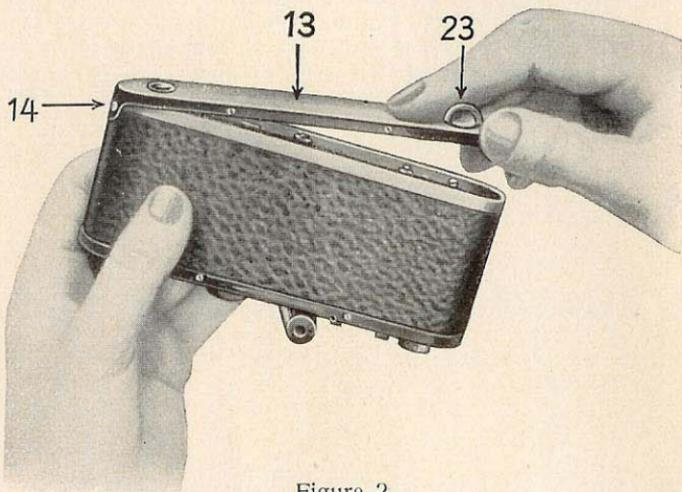

Figure 2
23. Clef de fermeture (et d'ouverture) du couvercle. (Voir figure 2.)
3. L'appareil étant déjà ouvert comme le montre la figure 2 et le chargeur garni, retirer maintenant la bobine réceptrice **M** (contre-bobine) de l'appareil.